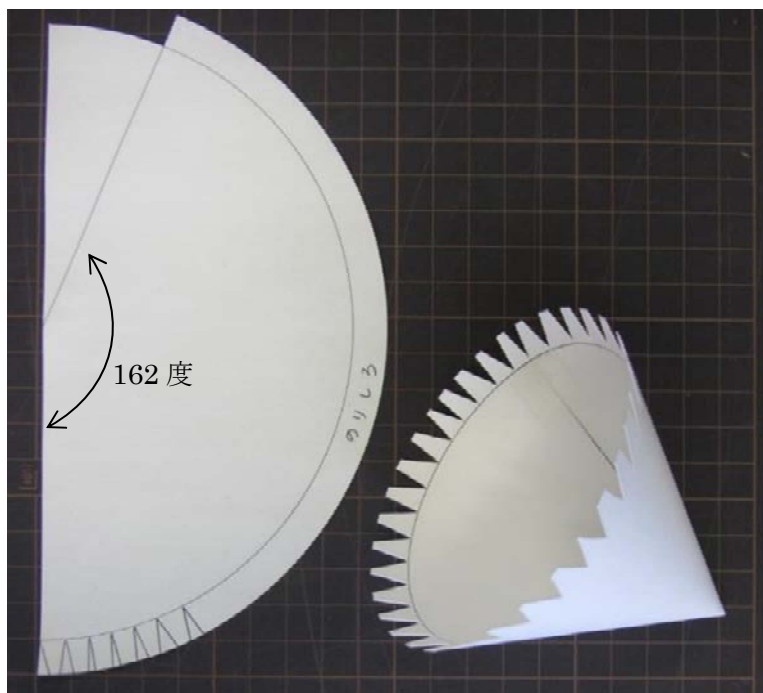

図 7 ノーズコーン
- ・半径 87mm、162 度の扇形を書き、外側に 10mm の糊しろをつくる (図 7)